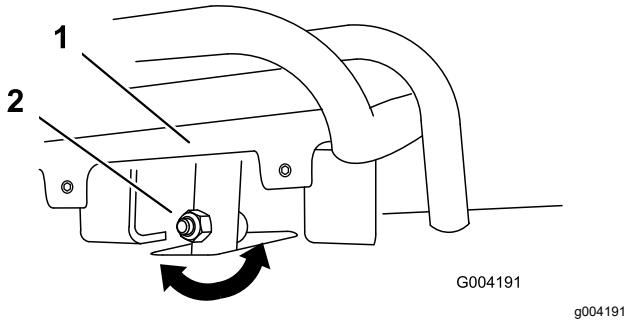
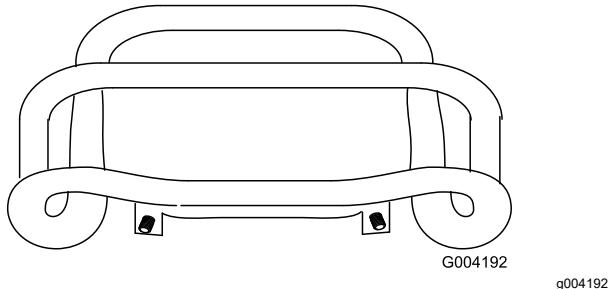

Figura 56
Figura 57
4. Se la parte anteriore del comando della trazione non rimane diritta e a filo con la barra di riferimento, allentate il dado flangiato e imbullonate lo stelo del comando della trazione (Figura 56).
5. Regolate il comando di trazione in modo che sia a livello rispetto alla barra di riferimento quando lo tirate indietro diritto (Figura 56 e Figura 57).